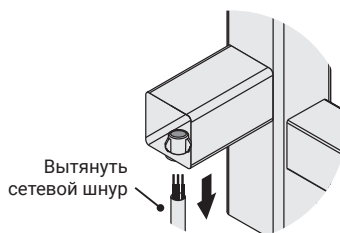
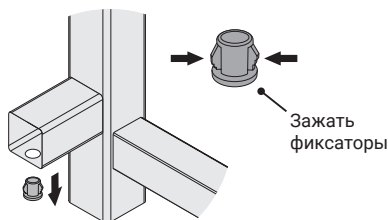

Рис.7
Рис.8
4.2.4. Отсоединить провода от клеммных колодок, вытянуть шнур из кольца с фиксатором (рис. 7). Только после извлечения сетевого шнура можно снять кольцо с фиксатором. Для этого нужно аккуратно зажать фиксаторы на пластиковом кольце и извлечь его из модуля скрытого подключения (рис. 8).